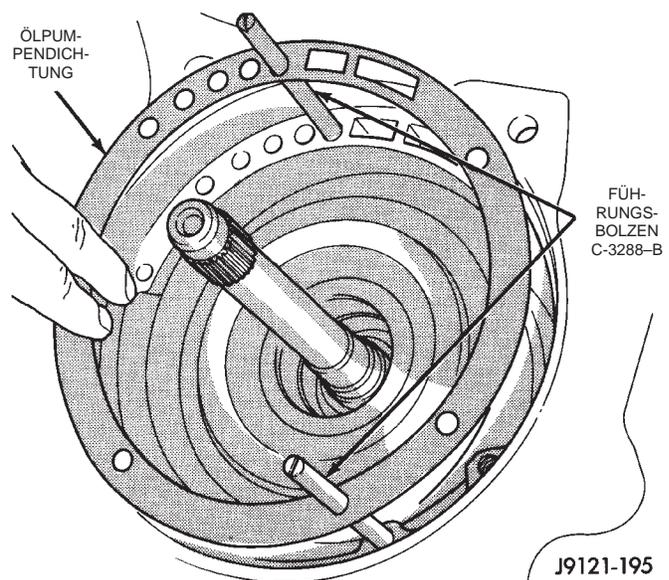

Abb. 108 Führungsbolzen und Ölpumpendichtung montieren
(38) Zwei Führungsbolzen (Spezialwerkzeug C-3288-B) in die Schraubenlöcher im Ölpumpenflansch eindrehen (Abb. 108).
(39) Ölpumpendichtung ausrichten und montieren (Abb. 108).
(40) Wellendichtringe für Ölpumpe mit Mopar® Door-Ease oder Ru-Glyde, Door Eze oder ATF Plus 3, Typ 7176 schmieren.